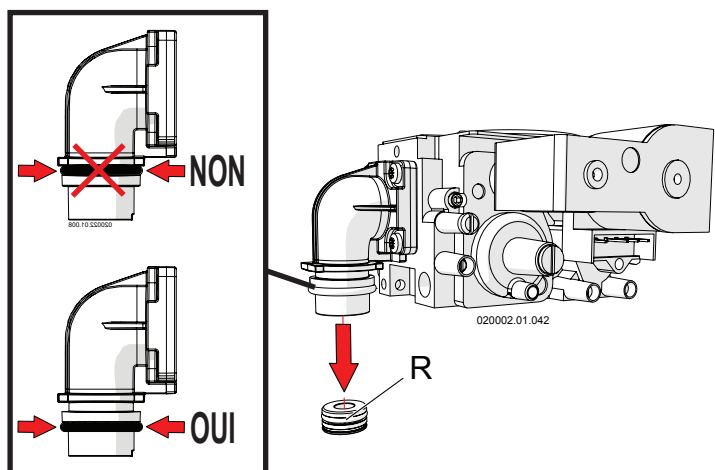

Figure 6-5 - Remplacement de la buse du gaz
- 10.- Remplacer la buse du gaz « R » (voir la Figure 6-5) avec celle spécifique selon les indications fournies sur la Figure 6-7 à la rubrique « Diamètre buse gaz »;